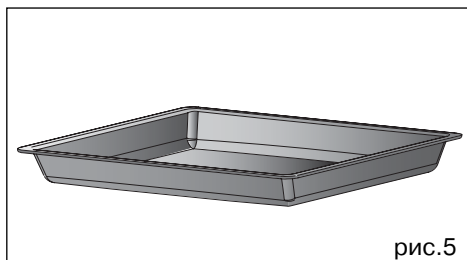

рис. 5
• **Многофункциональный противень 45 мм (рис. 5).**